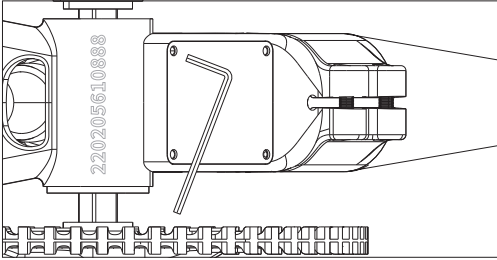

Рисунок 7-1
- Послабте чотири гвинти на кришці поруч з нижнім кронштейном у напрямку проти годинникової стрілки за допомогою шестигранного ключа 3 мм, потім вийміть гвинти та кришку, як показано на [Рисунок 7-1].